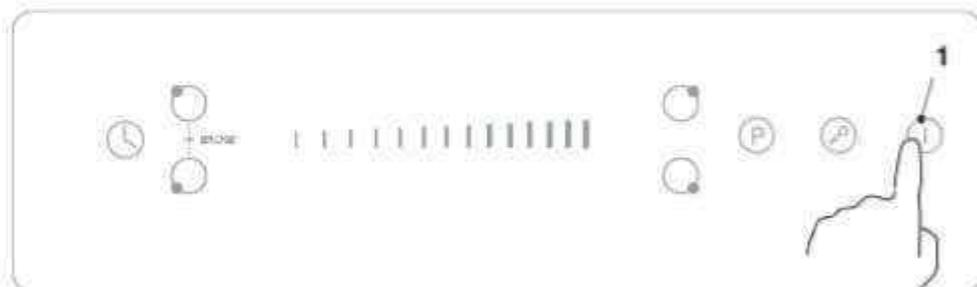

Abb. 4.35
- 4 - Drücken Sie die entsprechende Kochzonenaste (5), die Zahl auf dem Display zeigt an, dass die Gesamtleistung auf die jeweilige ECO-Leistungseinstellung zurückgesetzt wird (z. B. die Taste der linken vorderen Kochzone ist mit der Zahl auf dem Display "28" verbunden, was 2,8 kW entspricht, siehe auch "Einstelltabelle ECO-Funktion" nach Abb. 4.35).